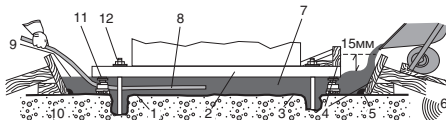

Рисунок 1: Схема применения MASTERFLOW 980 (EMACO S33) для высокоточной цементации оборудования.
4. Опалубка должна быть изготовлена из прочного водонепроницаемого материала, в целях предотвращения вытекания состава MASTERFLOW 980 (EMACO S33), должна быть надежно заанкерована и подперта для того, чтобы выдержать давление состава после заливки и выравнивания. Со стороны, откуда будет заливаться MASTERFLOW 980 (EMACO S33), следует предусмотреть зазор в 150 мм между той стороной, куда он будет заливаться (см. рис.1), и основанием станины оборудования. С боковых сторон следует предусмотреть зазор не менее 50 мм между опалубкой и боковыми сторонами станины.